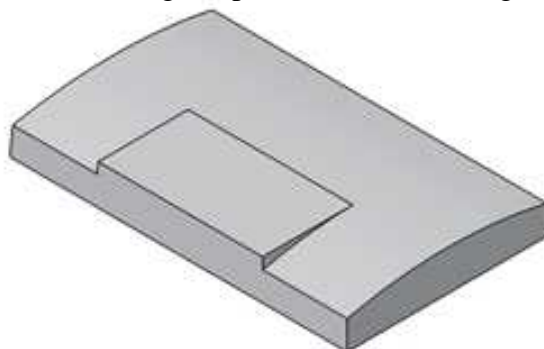

Figura 1.5 Modelul rezultat ca urmare a aplicării opțiunii Draft
C. Adăugați Draft la toate fețele verticale ale modelului, cu excepția feței superioare (vezi Figura 1.5). (zona de element neutru- partea de jos, setați valoarea de înclinare Angle = 3). Se realizează această înclinare de 3 grade, pentru a facilita extragerea modelului din matriță.